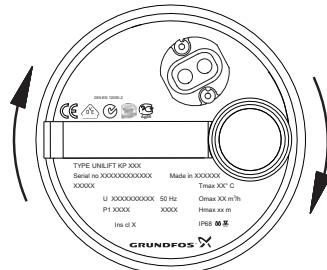

Fig. 9 Rotationsriktning
3. Observera pumpen när den startar. Om pumpen rycker till medurs (se fig. 9) är motorns rotationsriktning korrekt. Om motorn rycker till moturs ska två faser i spänningssmatningen byta plats.